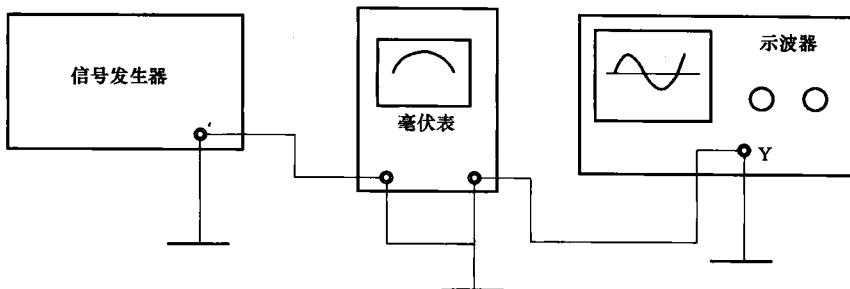

图 1-8 信号发生器、毫伏表和示波器连接方法
(5) 根据屏幕的坐标刻度, 被测信号波形峰-峰值为 D_{div} , 若此时仪器 V/div 处于 $0.1V/div$ 档, 且探极处于 $X1$ 位置, 则被测信号的峰-峰值为: $V_{P-P} = 0.1V/div \times D_{div} = 0.1 \times 4 = 0.4V$, 其有效值为 $U = V_{P-P}/2\sqrt{2}$, 其一个周期水平时间为 T_{div} , 若此时仪器 T/div 处于 $0.2ms/div$ 档, 则被测信号的周期为: $T = 0.2ms/div \times 4 = 0.8ms$, 频率为 $f = 1/T$ 。
(6) 将信号发生器、毫伏表和示波器按图 1-8 方法连接, 测量并填表 1-2。